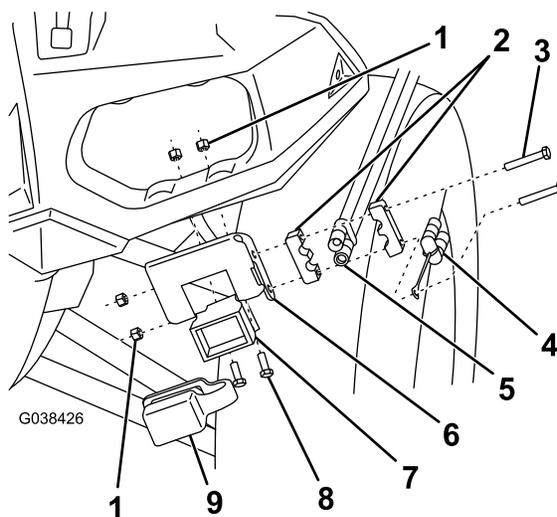

Figura 8
2. Instale el conector de la quitanieves del arnés de cables del lado del vehículo al lado izquierdo del paragolpes delantero usando el soporte de montaje del arnés de control y 2 tornillos con cabeza y tuercas de bloqueo automático (Figura 8).
3. Monte el conector de energía/puesta a tierra en el soporte de montaje del arnés de control (Figura 8).